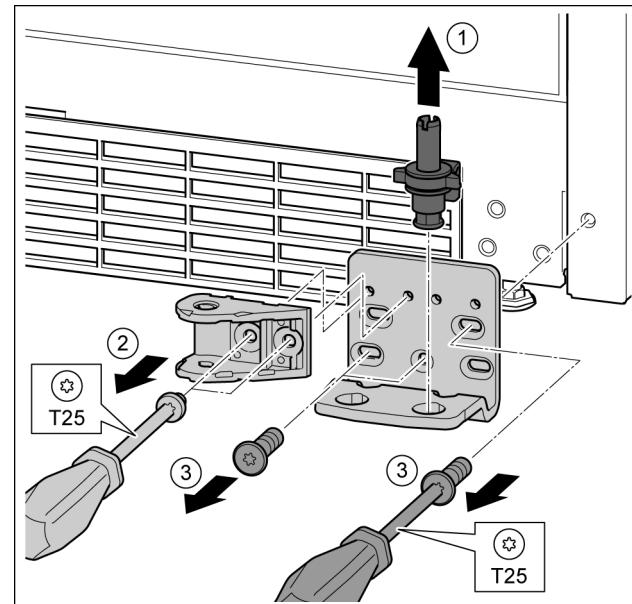

Fig. 35
- Lagerbolzen komplett nach oben herausziehen. Fig. 35 (1)
- Schrauben mit Schraubendreher T25 herausdrehen und Schließdämpferverbindung abnehmen. Fig. 35 (2)
- Schrauben mit Schraubendreher T25 herausdrehen und Lagerbock abnehmen. Fig. 35 (3)